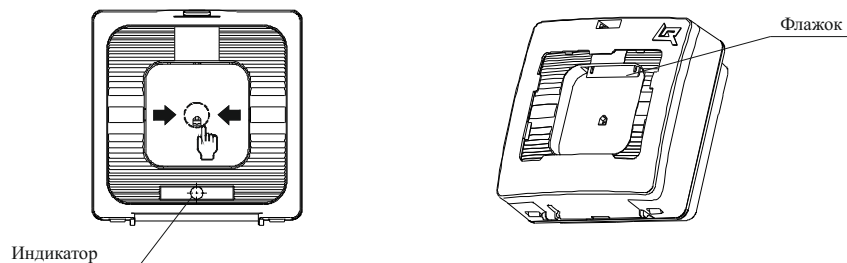

Рисунок 1
б) нажатие на приводной элемент (кнопку) (рисунок 1, раздел 5).
5.1 УДП представляет собой адресное устройство, формирующее сообщение о событии при нажатии на кнопку. Выпадающий цветной флажок является визуальным подтверждением нажатого состояния кнопки УДП (рисунок 1).